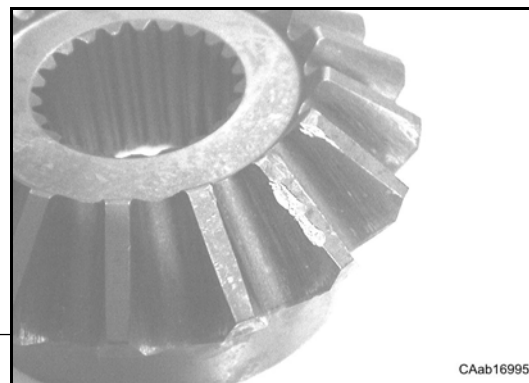

Fig. 14
- Controllare che tutti gli ingranaggi non presentino avarie od usure eccessive delle dentature: gli smussi dei denti non devono essere deteriorati (Fig. 14).